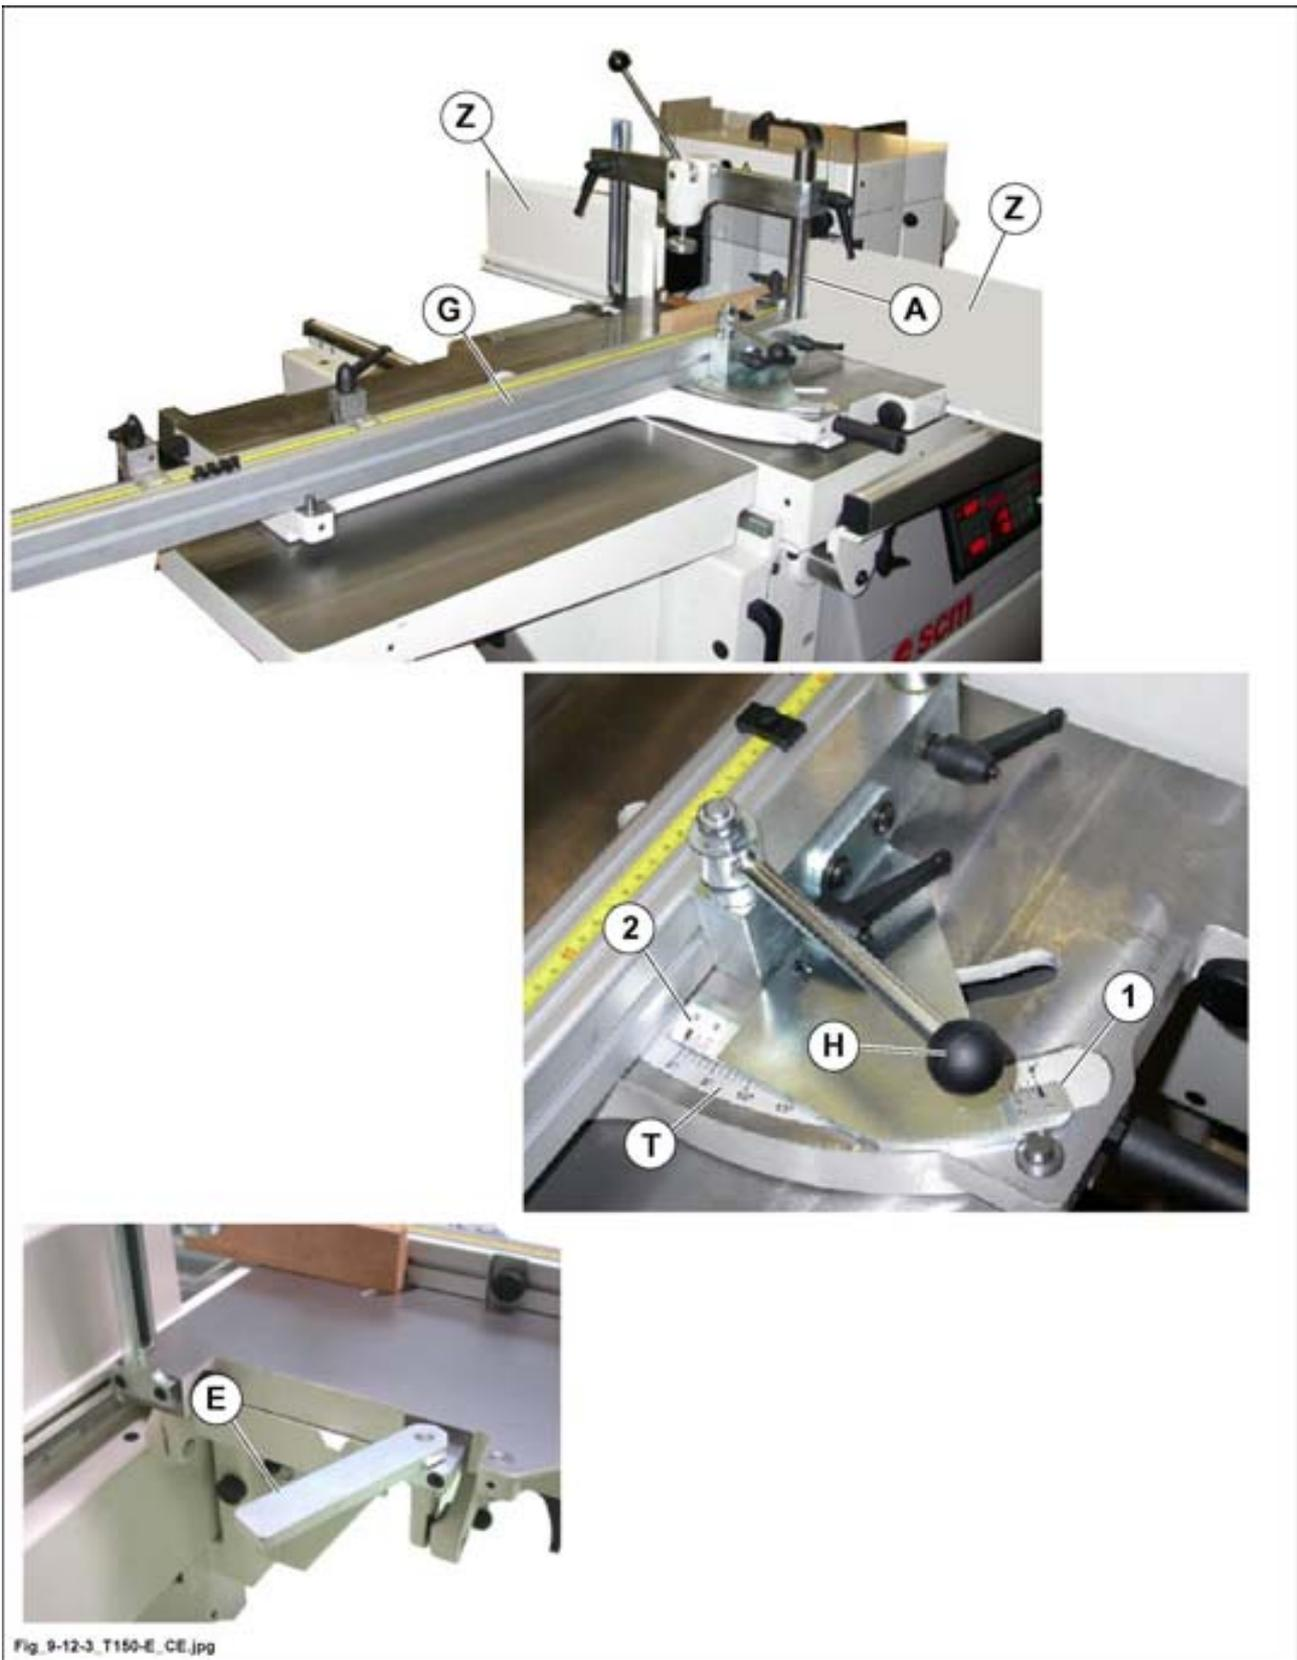

Fig. 9.12-3
L'usinage des tenons obliques s'effectue de façon très rapide, étant donné qu'il suffit de tourner la règle d'appui télescopique (G fig. 9.12-3) en sens horaire ou anti-horaire.
- Après avoir desserré la poignée (H fig. 9.12-3) et le pivot (A fig. 9.12-3) tourner la règle à l'inclinaison souhaitée, en sens horaire (+ /index 1) ou anti-horaire (-/ index 2) et lire la valeur directement sur la plaquette (T fig. 9.12-3) positionnée sur la table.
- Serrer le pivot (A fig. 9.12-3) et sur la poignée (H fig. 9.12-3).
- Régler la protection pour bras (Z fig. 9.12-3).
Pour les tenons obliques positifs (rotation de la règle en sens horaire) un dispositif extractible est prévu (E fig. 9.12-3) d'appui du bois.
- Desserrer le levier (N fig. 9.12-3-2).
- Empoigner la poignée (V fig. 9.12-3-2) pour déplacer la poutre (B fig. 9.12-3-2) dans la position voulue (en avant ou en arrière).